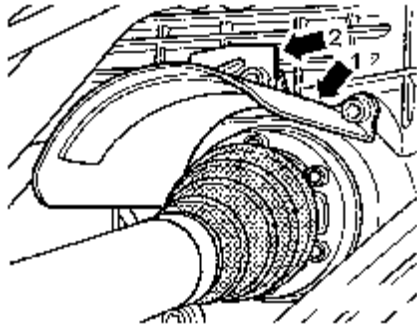

图 9-25 右传动轴上方防护板
(4) 拆卸带有三元催化装置的前排气装置。
(5) 拆除右传动轴上方的防护板（图 9-25 箭头 1 和 2 所示），如果左传动轴上方有护板的话，也应拆掉。从法兰盘轴上拆下传动轴，并尽可能地高位联接，这样就不会损坏表面防护层。